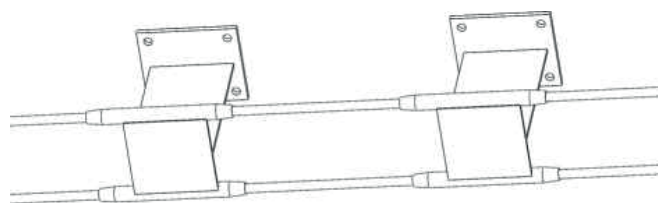

Рисунок 5
**п.п.4.5** Завести трос НС 1001 в нужное количество промежуточных анкеров НС 2014, соблюдая правильность их положения на тросе [рисунок 5].